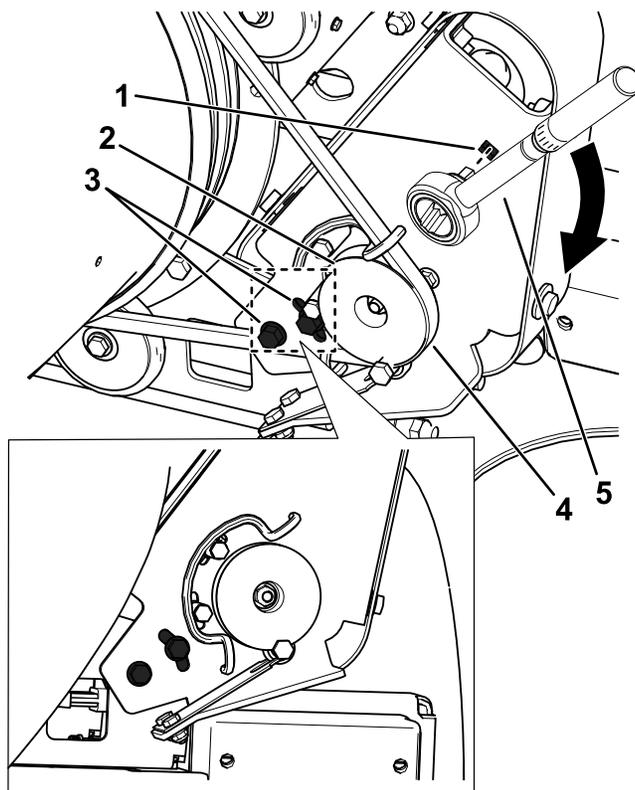

Рисунок 28
1. Ослабьте болты крепления монтажного кронштейна шкива к раме воздуходувки (Рисунок 28).
2. Установите головку динамометрического ключа на монтажный кронштейн шкива, как показано на Рисунок 28.